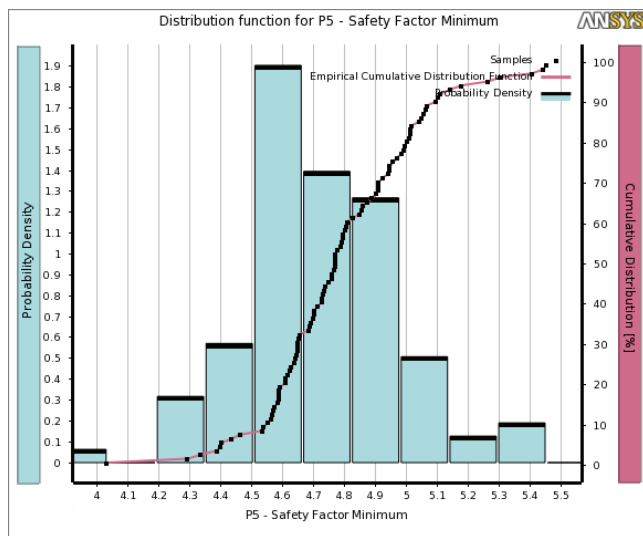

图 25-52 最小安全系数的概率分布
6) 单击 Outline of Schematic D4: Six Sigma Analysis 的第 11 行，可以查看最小安全系数的概率分布，如图 25-52 所示。